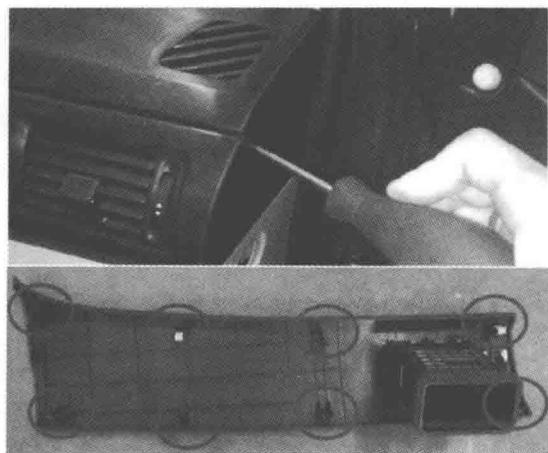

图 2-8 撬开仪表板右装饰条
2) 用一字螺钉旋具在图 2-8 所示位置撬开仪表板右装饰条，装饰条卡扣位置如图中圆圈所示。